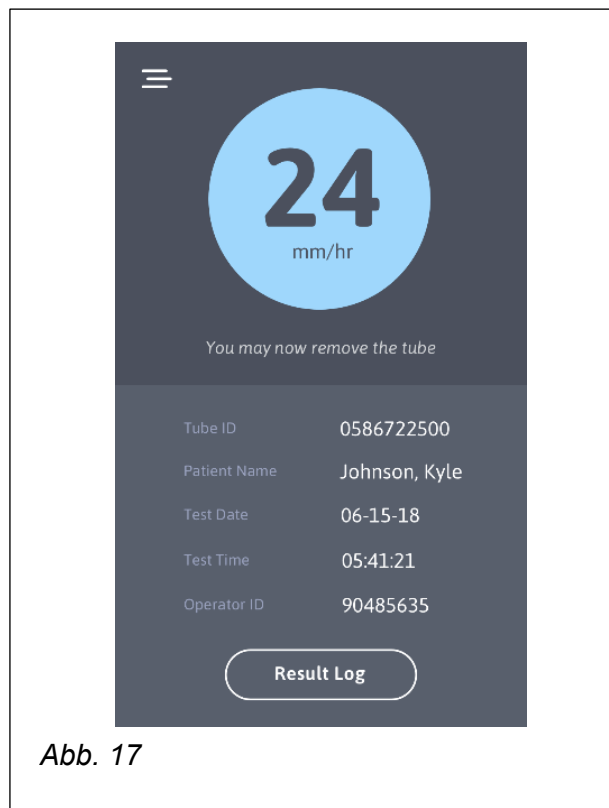

Abb. 17
4.2.5. Sobald der Test abgeschlossen ist, wird das Röhrchen in den Ladeanschluss für die Entnahme zurückgegeben und das Testergebnis auf dem Touchscreen angezeigt (Abb. 17).